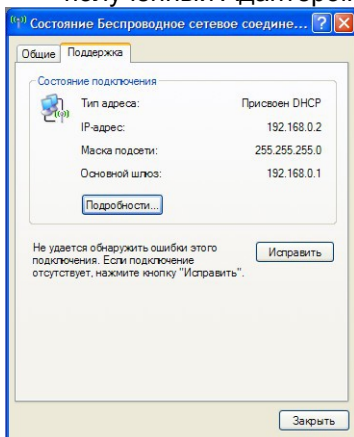

Рисунок 6: Окно состояния подключения Wi-Fi на ПК
8. Подключите ПК под управлением системы Windows к Wi-Fi точке доступа. Для этого нужно выбрать в настройках WiFi сеть Test подключимся к ней, введя пароль 12345678. После удачного подключения проверим состояние сети (см. Рисунок 6).